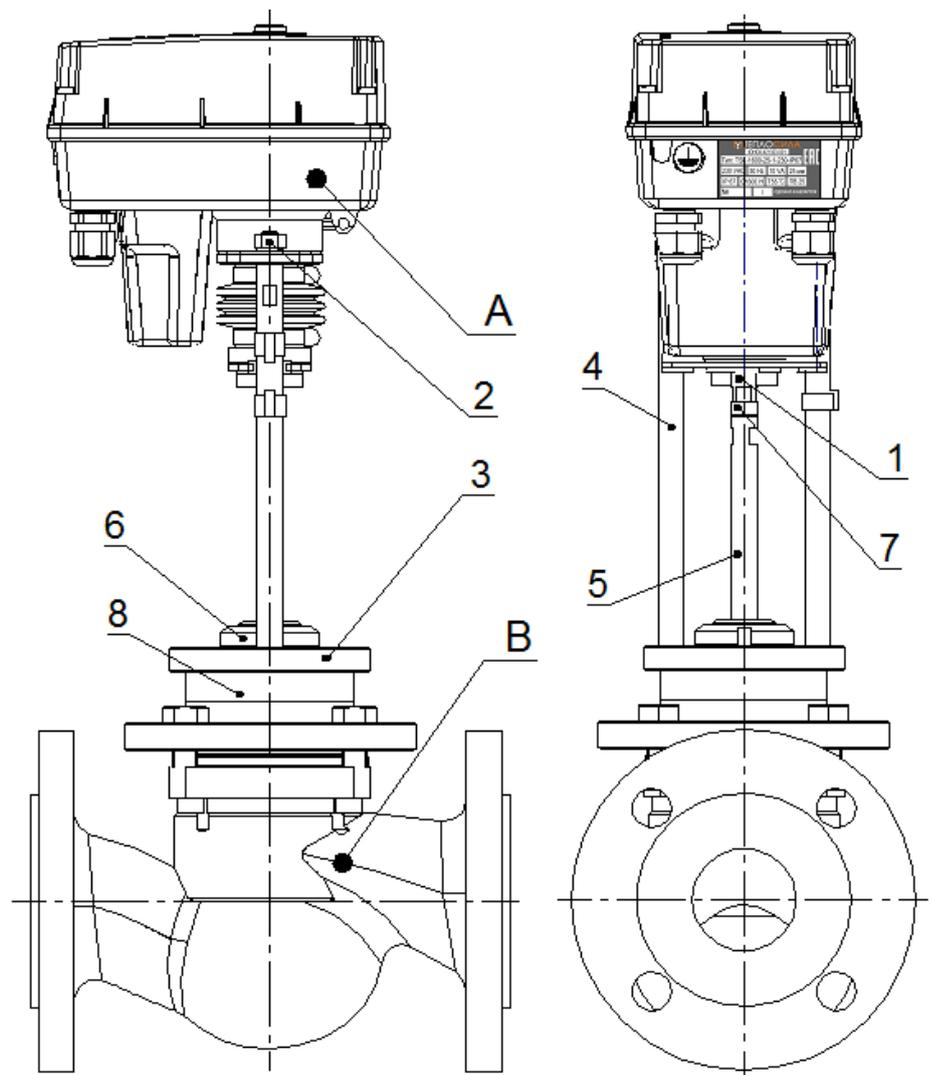

Рисунок 4. Механическое присоединение во фланцевом исполнении
3.1.2 Механическое присоединение во фланцевом исполнении (рисунок 4)
- подключающие проводники отсоедините от клеммной колодки (11) и кабели извлеките из кабельных вводов (12) в соответствии с рисунками 1 и 2;
- отсоедините электропривод от арматуры, выкрутив крепящие винты фланца (3) (рисунок 4) и винт (1) сцепления электропривода со штокам (5) (рисунки 3 и 4);